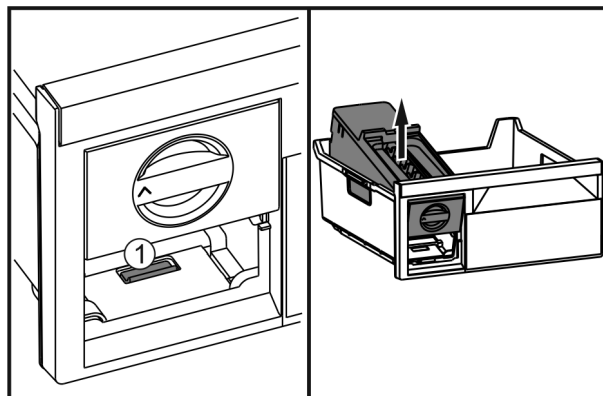

Fig. 37
- Stlačte sponu Fig. 37 (1), nadvihnite zariadenie EasyTwist-Ice zo zadu a vyberte ho zo zásuvky na zmrazovanie.